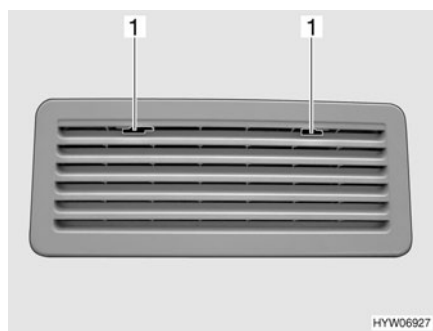

Fig. 144 Grille d'aération du réfrigérateur (Thetford)
- Pousser le dispositif de blocage (Fig. 144,1) vers le milieu.